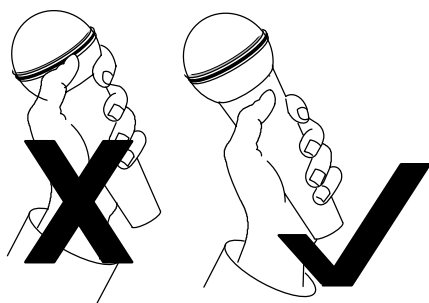

FIGURE 3 • ABBILDUNG 3 • FIGURA 3
8. Keinen Teil des Grills mit der Hand verdecken (siehe Abbildung 3). Das Abdecken des Grills verzerrt das Polarmuster und erhöht das Rückkopplungsrisiko.